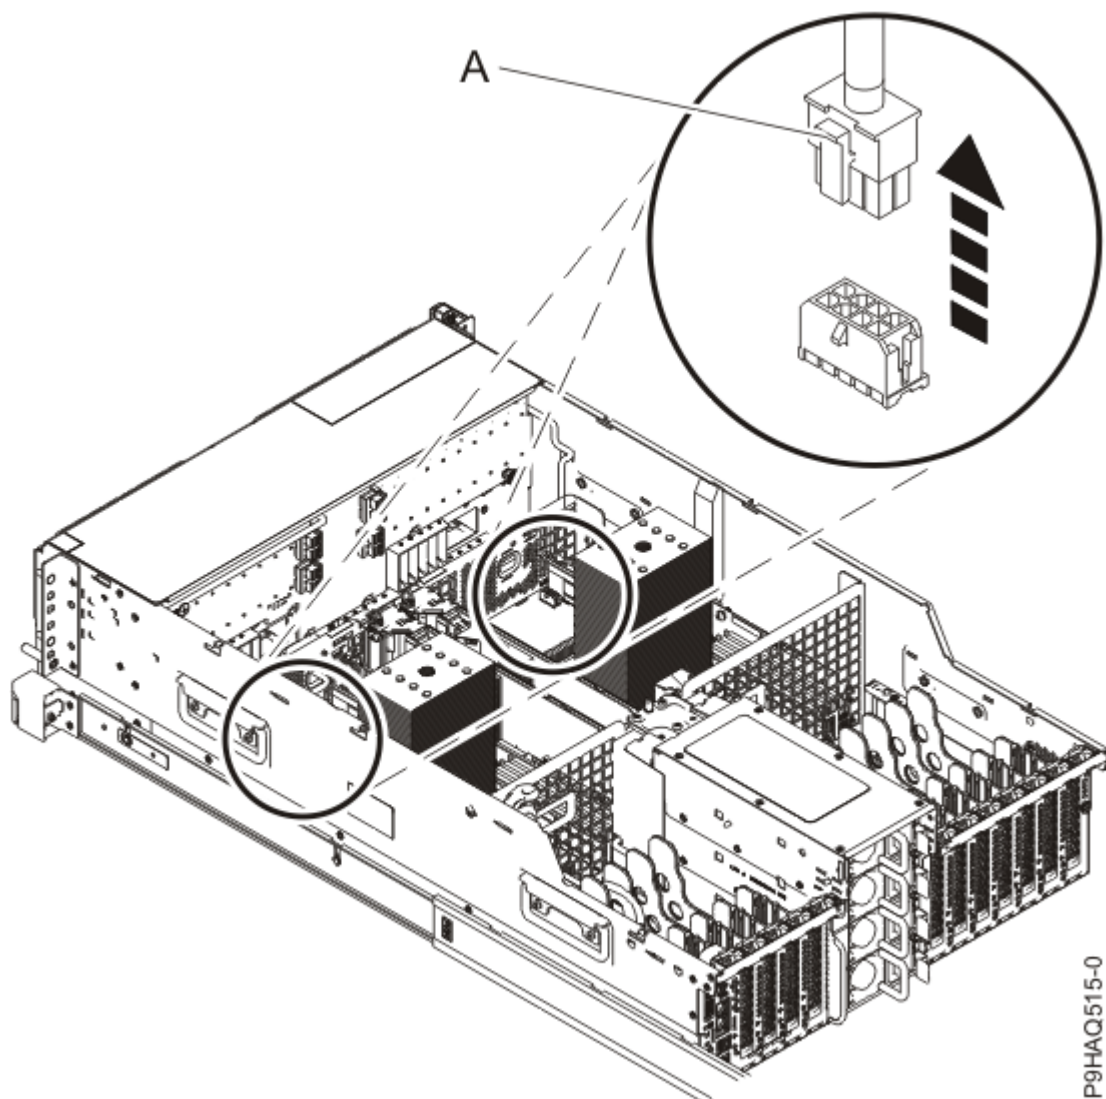

図 25. システム・バックプレーンからのファン・ケーブルの取り外し
5. コネクターのラッチ・リリースを押して (31 ページの図 25 を参照)、ファン・ケーブル (A) をシステム・バックプレーンから取り外し、次に、コネクターを使用してケーブルを引っ張ります。